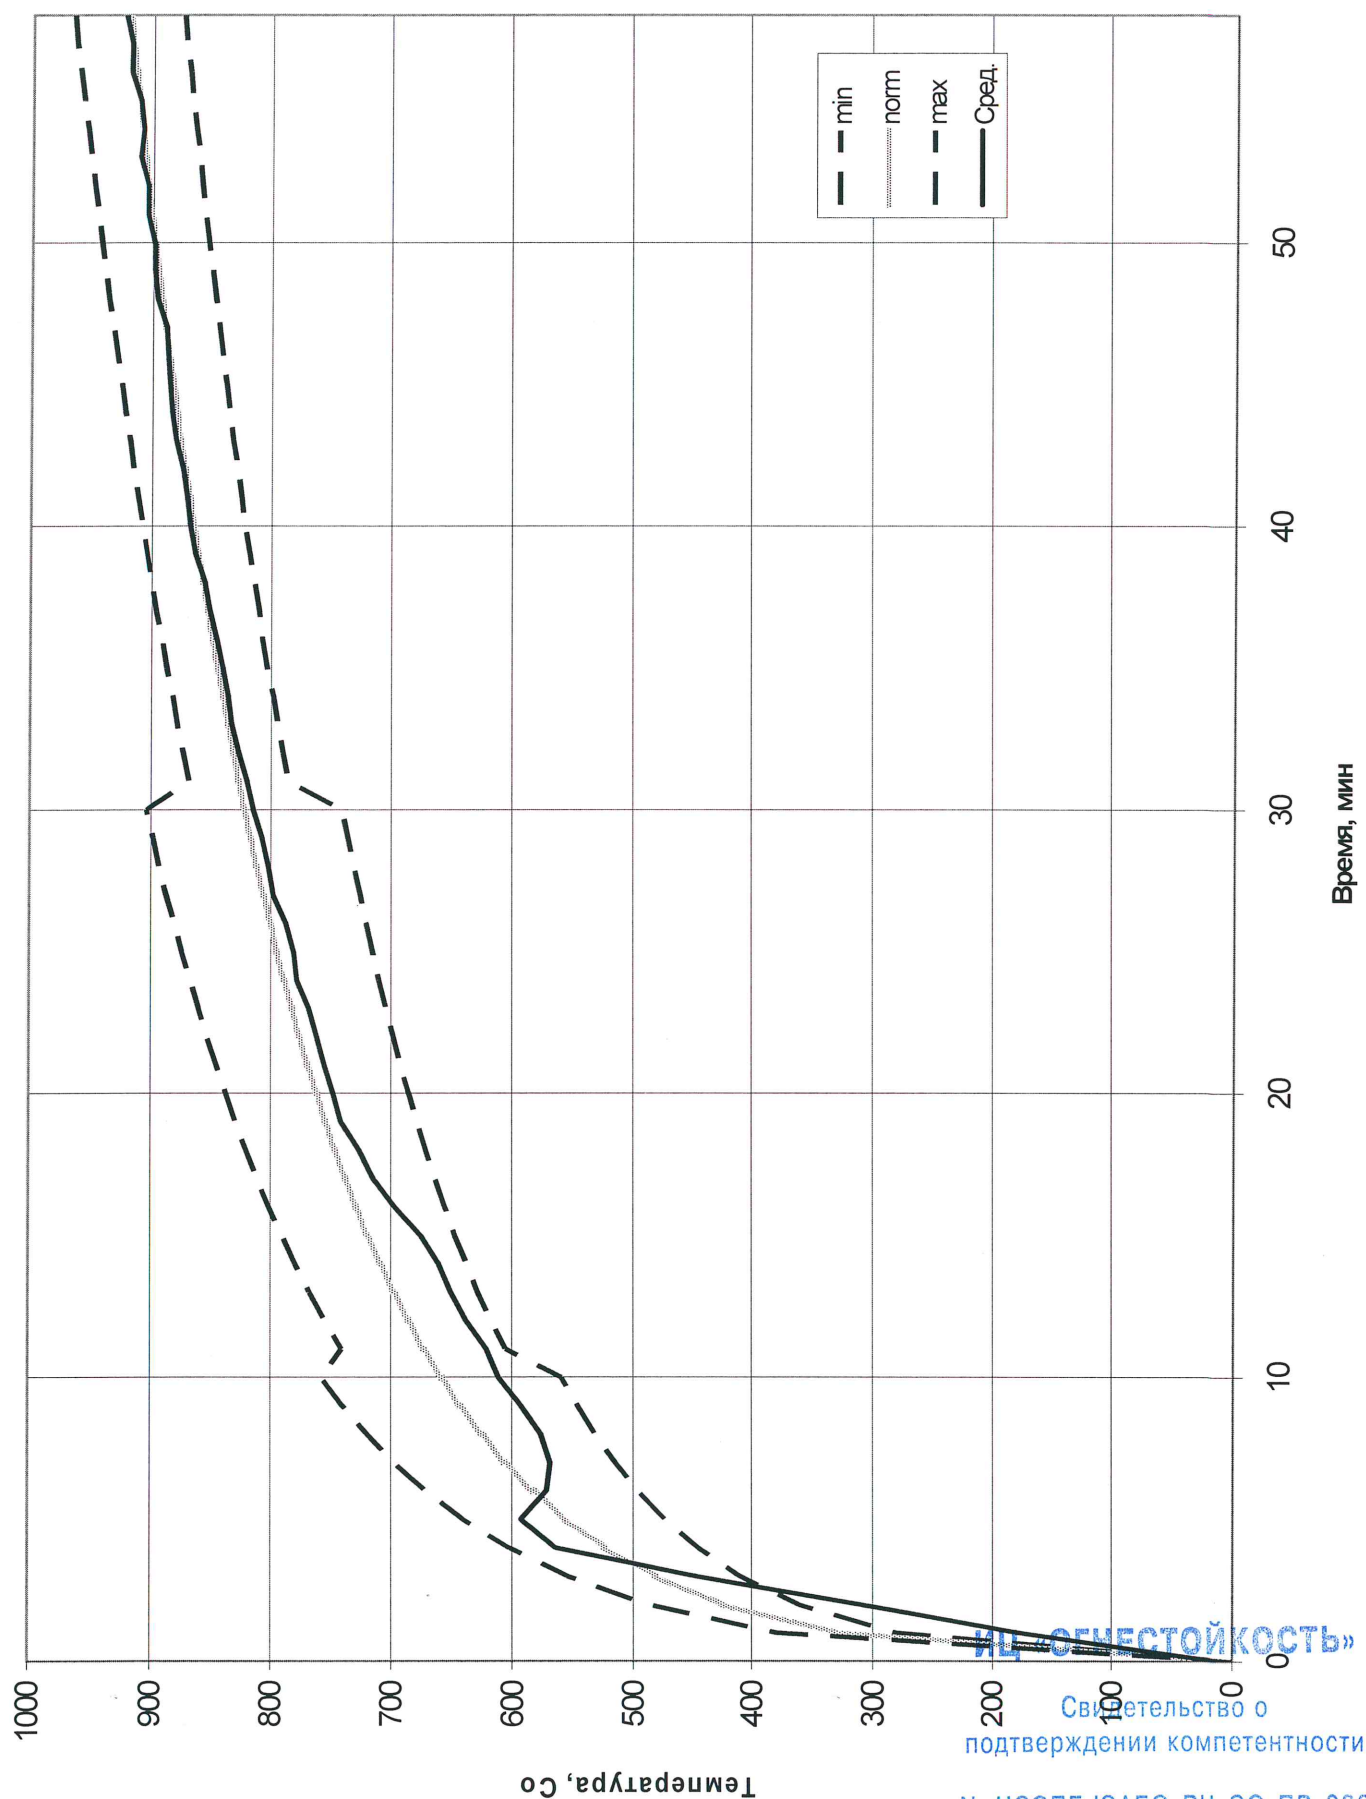

Рис.3. Изменение температуры в печи при испытании образца №1
- Температура в печи (рис. 3, 5);